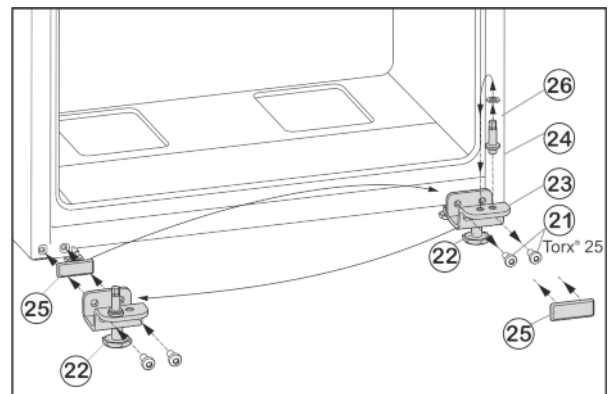

Fig. 9
- ▶ Bevestigingsschroeven Fig. 9 (21) losschroeven.
- ▶ Onderste scharnierplaat *Fig. 9 (23)* volledig met scharnierbouten *Fig. 9 (24)*, schijf *Fig. 9 (26)* en stelvoet *Fig. 9 (22)*, verwijderen.
- ▶ Scharnierbouten *Fig. 9 (24)* volledig met schijf *Fig. 9 (26)* losschroeven, terugplaatsen in het tegenoverliggende opnamegat van de scharnierplaat en weer vastschroeven.
- ▶ Afdekplaat *Fig. 9 (25)* voorzichtig verwijderen en terugplaatsen op de andere zijde.
- ▶ Onderste scharnierplaat *Fig. 9 (23)* volledig met scharnierbouten *Fig. 9 (24)*, schijf *Fig. 9 (26)* en stelvoet *Fig. 9 (22)* weer op de nieuwe scharnierzijde evt. met behulp van een accuboormachine **vastschroeven (met 4 Nm)**.
- ▶ Deur van bovenaf op de scharnierbouten *Fig. 9 (24)* plaatsen.
- ▶ Stelvoet *Fig. 9 (22)* uit de onderste scharnierplaat *Fig. 9 (23)* draaien totdat deze op de grond ligt.